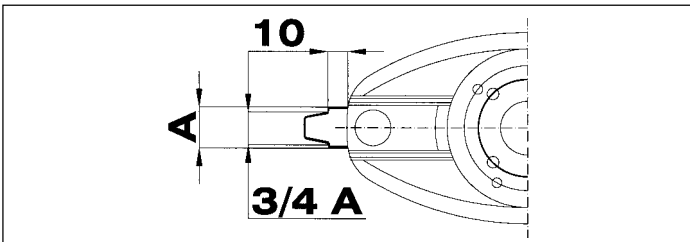

Fig. 19
- **están gastadas:** si la anchura de la cuchilla a 10 mm / 0.39 inch - del disco es $\frac{3}{4}$ de la anchura originaria (fig.19).